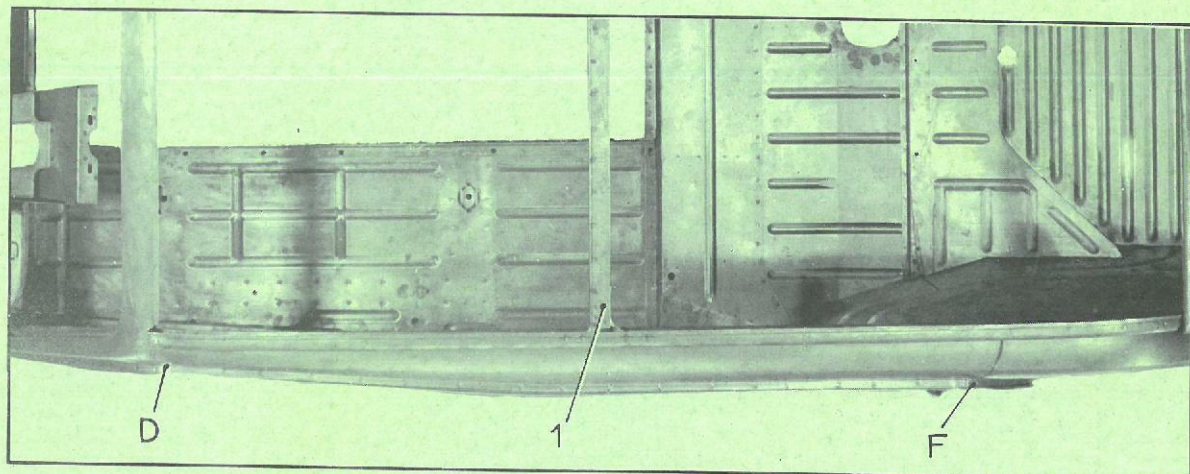

Fig. 4
4. Dessouder la traverse intermédiaire (1) fig. 4. (voir Op. AY 813-1).